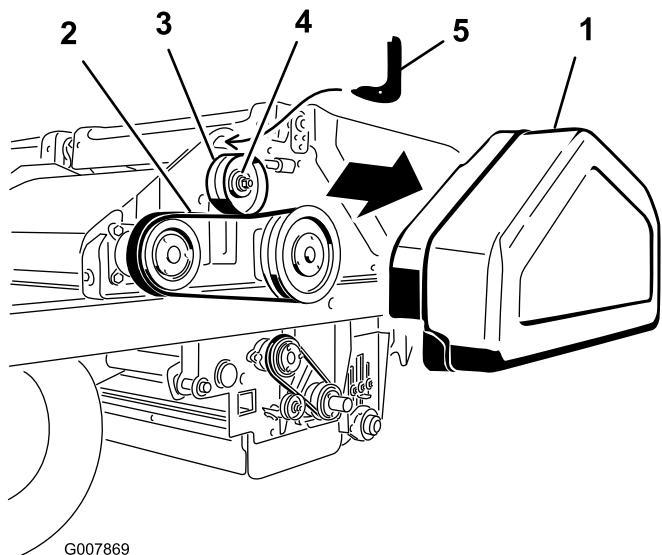

Figura 59
2. Allentate il dado sulla puleggia tendicinghia (Figura 59).
3. Inserite l'estremità a gancio del tenditore della cinghia nel foro sopra la puleggia tendicinghia (Figura 59). Mantenete il fondo ricurvo del tenditore sulla puleggia tendicinghia.
4. Inserite la chiave torsiometrica da 1/2 pollici nel foro del tenditore della cinghia (Figura 59).
5. Ruotate il tenditore verso di voi fino a ottenere la coppia di 5,7 Nm, quindi serrate il dado della puleggia tendicinghia mantenendo sempre la coppia (Figura 59).
1. Togliete il paracinghia (Figura 59).